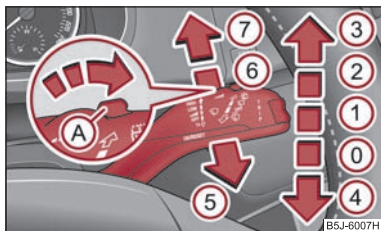

Abb. 43 Scheibenwischerhebel
Der Scheibenwischerhebel ⇒ Abb. 43 hat folgende Stellungen:
- Drücken Sie den Hebel vom Lenkrad weg in die Stellung ⑥ ⇒ Abb. 43, der Scheibenwischer wischt alle 6 Sekunden.
Zum Reinigen der Scheinwerfer kommt es nach jedem fünften Betätigen der Frontscheibenwaschanlage und wenn das Abblend- oder Fernlicht eingeschaltet ist sowie der Scheibenwischerhebel ca. 1 Sekunde in der Stellung **5** ⇒ Seite 56, Abb. 43 gehalten wird.